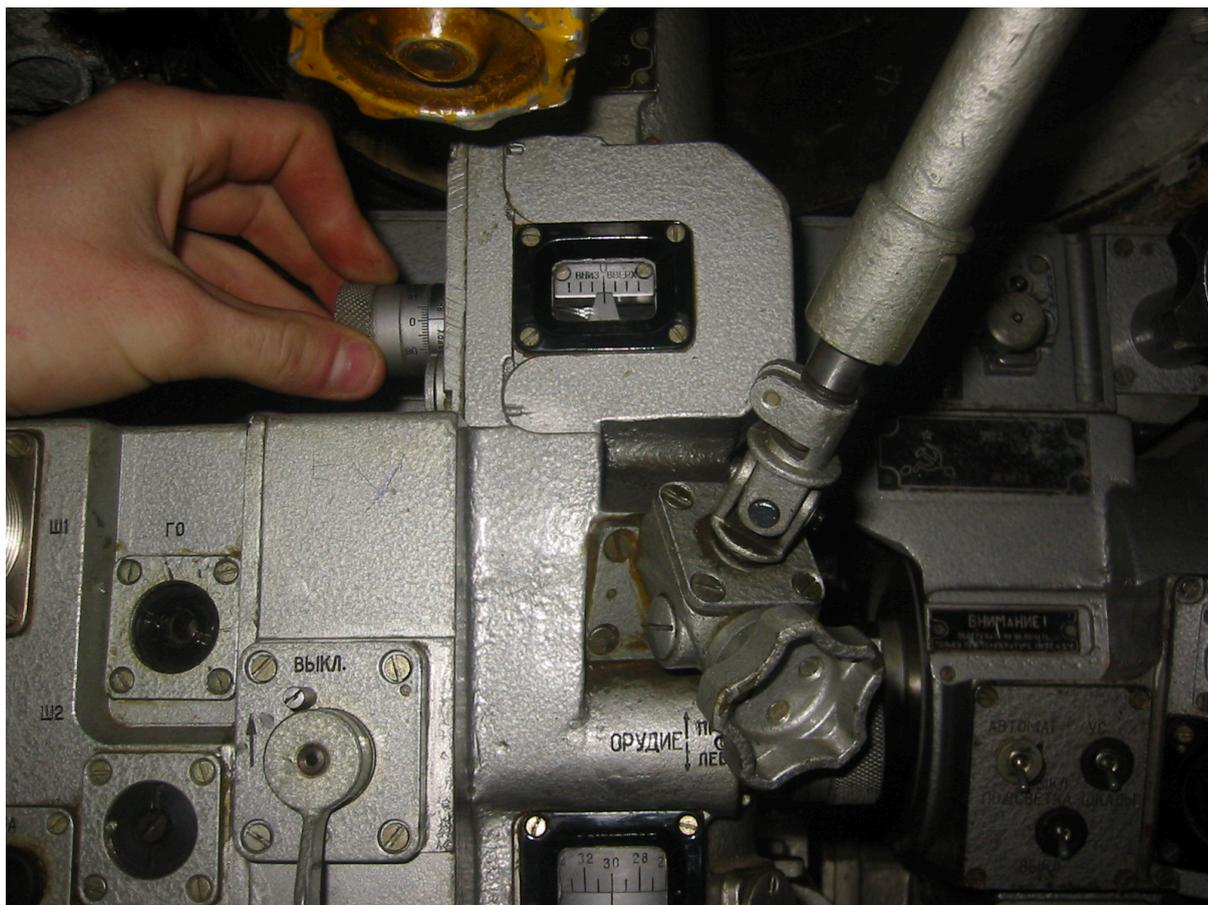

Рис.6. Панорама.
5. угломерным механизмом и механизмом отражателя (рис.6) навести прицельный знак панорамы в удаленную точку или соответствующее перекрестие на выверочном щите;